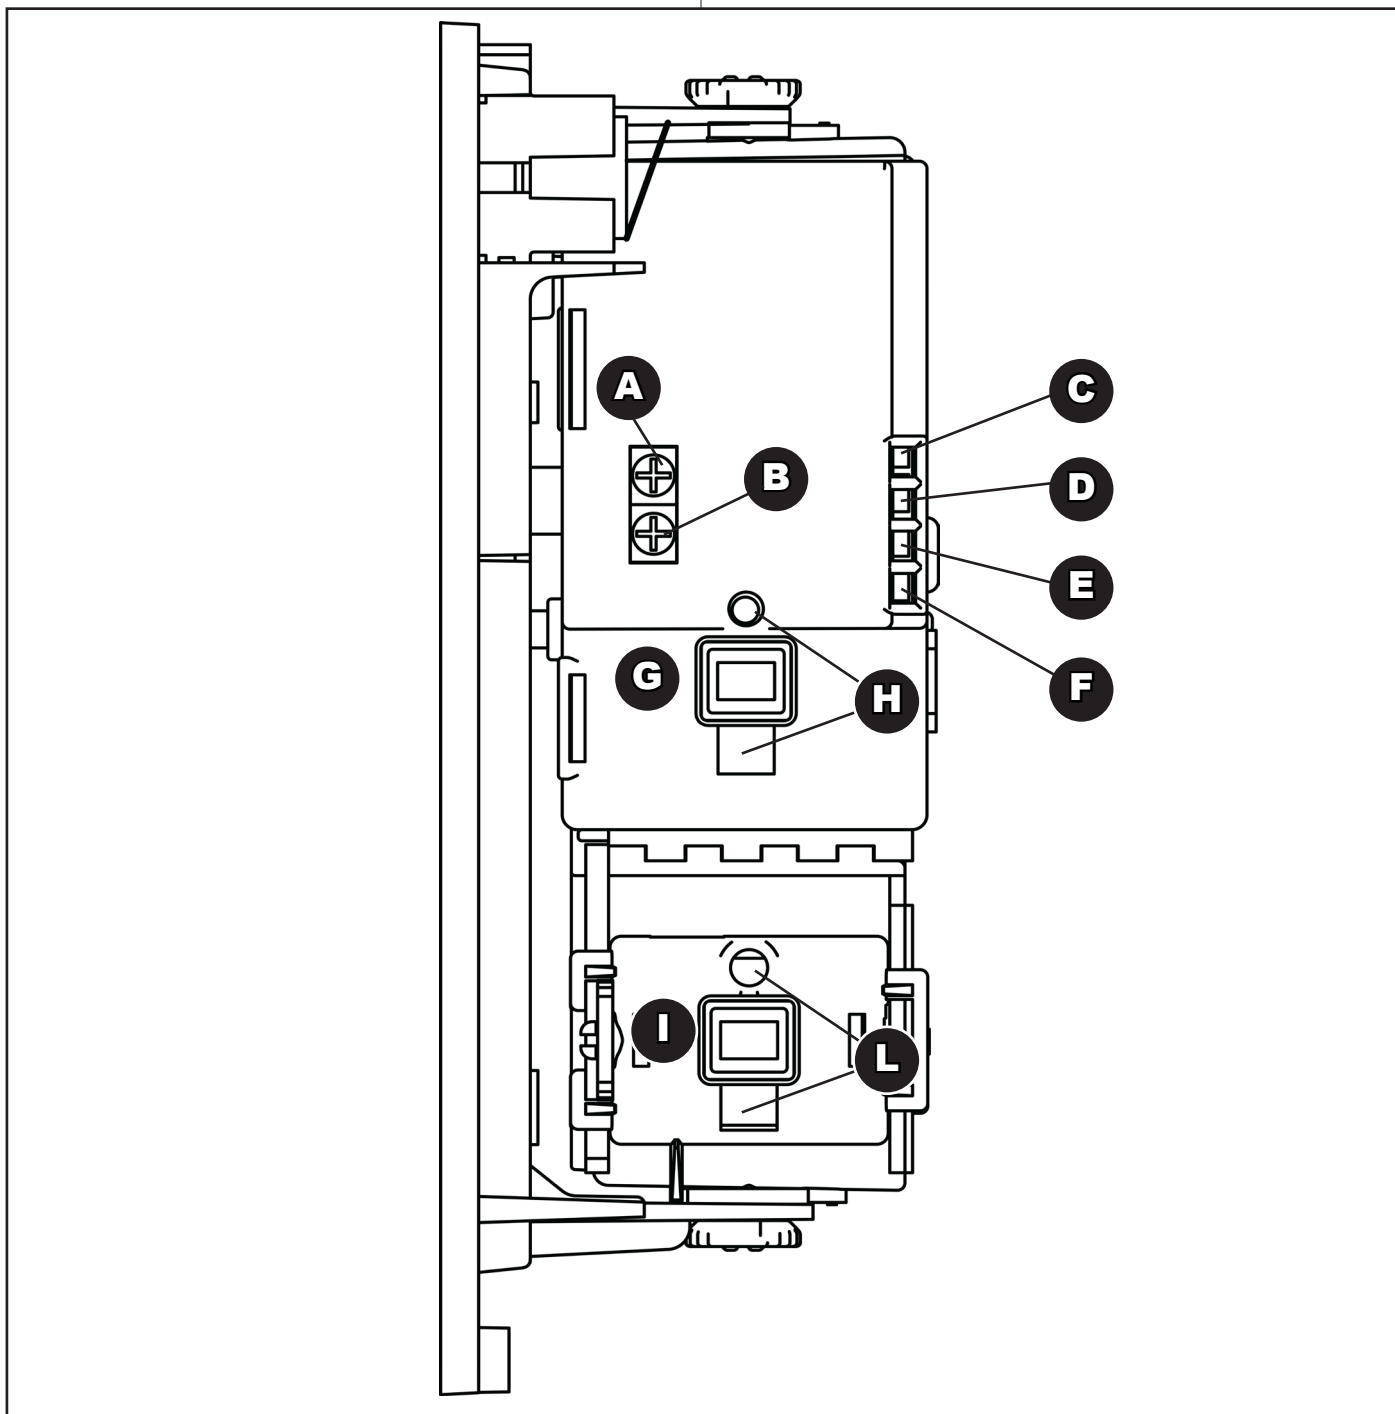
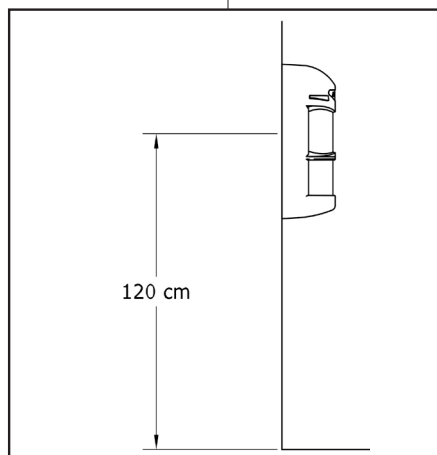

Fig. 4
Fig. 6
- fissare l'unità rilevatore ad innesto (vedi fig. 6) sulla staffa ed avvitare le due viti **A** (fig. 2), avendo cura di passare il cavo dei collegamenti come riportato nelle fig. 4 e 5;
- Screw up the detector (see fig. 6) on the support using the 2 provided screws **A** (fig. 2) passing through the connection cable as shown in the figures 4 and 5.